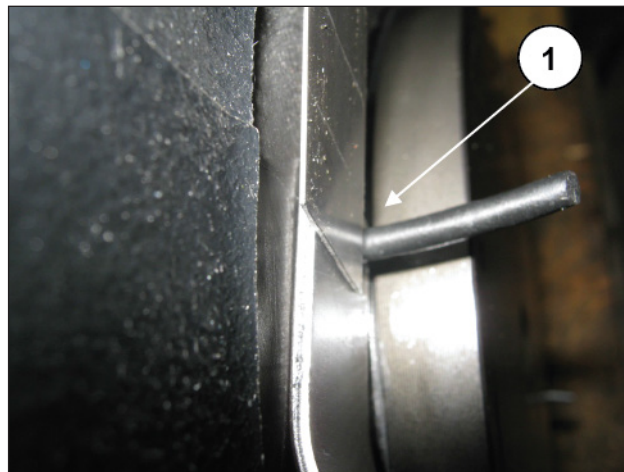
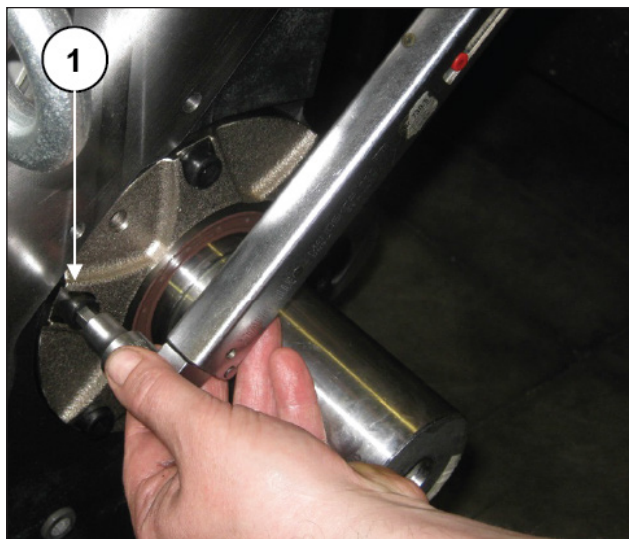
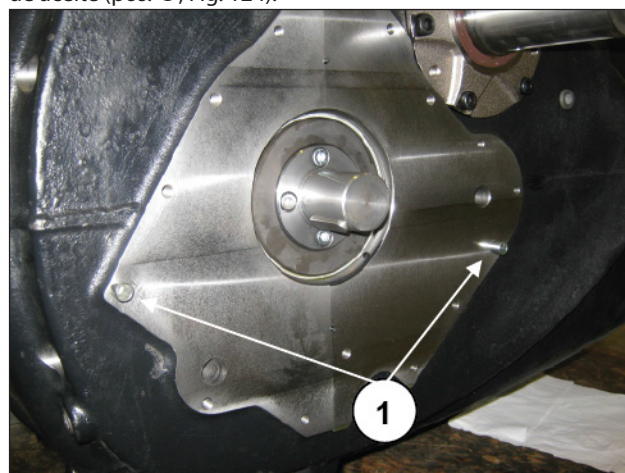

Fig. 114
Fig. 120
Fig. 125
Humedecer con sellador de silicona de tipo MOTORSIL D (Arexons) todas las zonas sobresalientes de las juntas tóricas en contacto con las juntas planas (Fig. 114, pos. ①).
Montar la tapa del eje acodado con la junta (después de haber humedecido las juntas tóricas que sobresalen con sellador de silicona -ver la Fig. 114-) y apretar los torillos M8 (pos. ①, Fig. 120 - Fig. 121).
Montar la junta plana (pos. ①, Fig. 125) después de haber humedecido las juntas tóricas que sobresalen con sellador de silicona (ver Fig. 114).